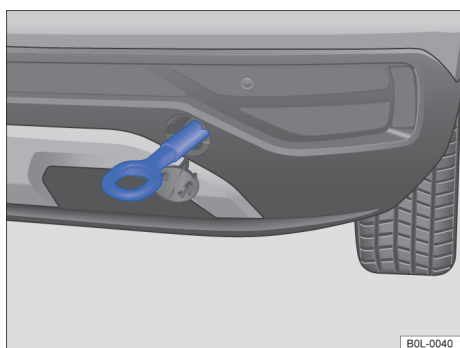

图 122 后保险杠上右侧：已拧入牵引环
- 将牵引环沿逆时针方向牢固地拧入支座中 → 图 122 → 。用一个合适的器具，将牵引环充分而牢固地拧入支座中。